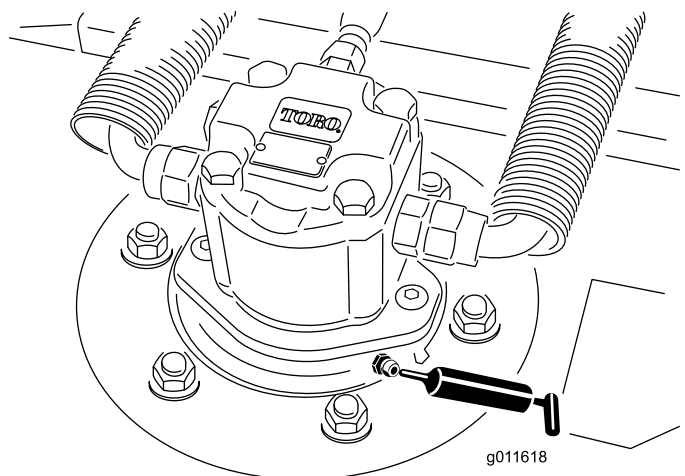

Figura 10
- Cojinetes de los ejes de las unidades de corte (2 por unidad de corte) – Figura 10